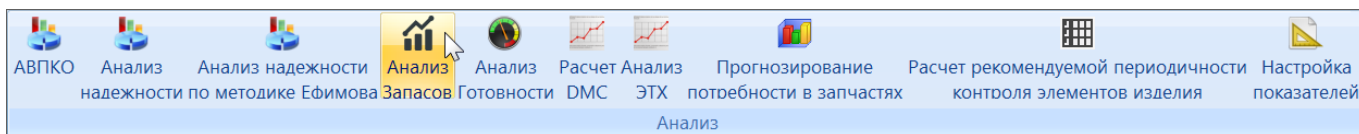

Рис. 10-251 – Панель «Анализ»
14) Отчет о типовом минимальном перечне оборудования формируется в виде файла Excel и включает все объекты, отображаемые в окне «ТМПО» (рис. 10-251).